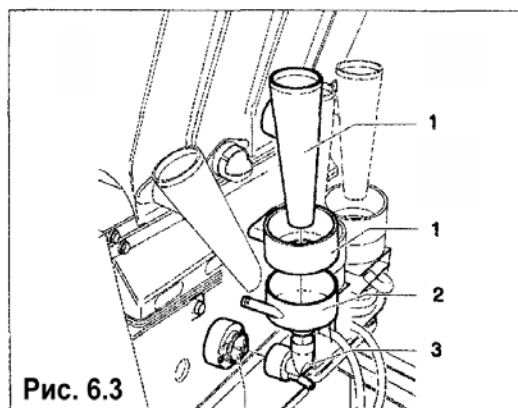

Рис. 6.3
- воронки и желоба для сыпучих продуктов (рис. 6.3 - поз. 1)
- воронку для воды (2), смесительные камеры (3), узел взвешивалки (4)